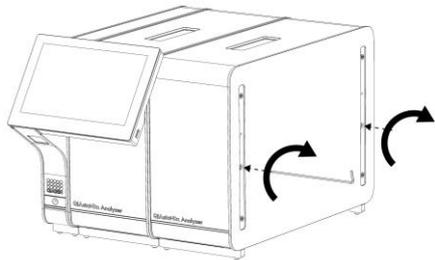

Figura 16. Alineación y acoplamiento del módulo analítico adicional.
4. Alinee el módulo analítico adicional con el módulo analítico existente. Apriete los tornillos con la herramienta de montaje del módulo analítico-operativo suministrada con el QIAstat-Dx Analyzer 1.0 (figura 16, siguiente página).